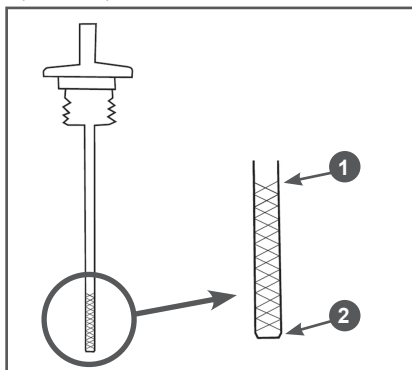

Рис. 11 Крышка-щуп маслозаливной горловины
10. Аккуратно вытащите щуп и осмотрите его. Уровень масла должен соответствовать верхней отметке 1 на щупе (Рис. 11).
11. При недостаточном уровне масла в картере необходимо долить масло до верхней отметки 1 на щупе (Рис. 11). Не допускайте перелива или превышения максимального уровня масла в картере двигателя.